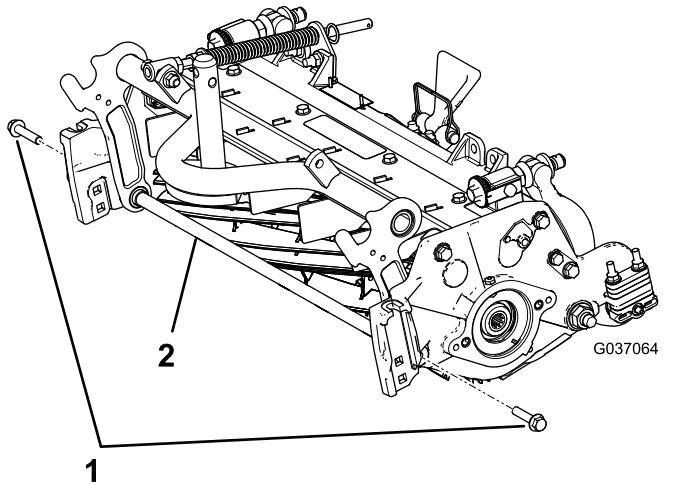

Bild 4
- A. Entfernen Sie die beiden Bundkopfschrauben, mit denen die Stützstange befestigt ist und entfernen Sie die Stützstange (Bild 4).